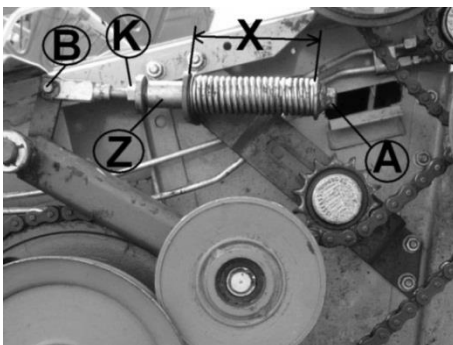
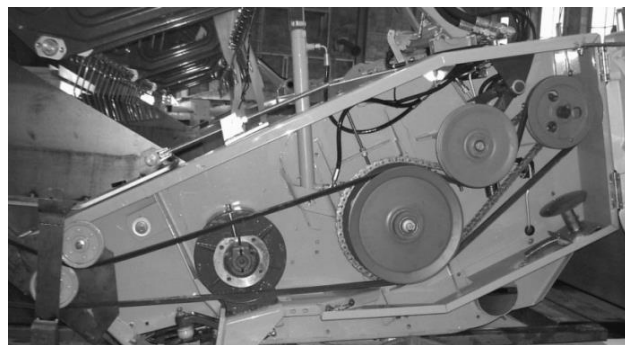

Abb.13
Abb.14
1. Den Bolzen (B) einlegen und absichern (Abb.14)
2. Nach dem Lösen der Mutter (K) die Röhre der Triebfeder (Z) umstellen.
3. Die Mutter (A) anziehen.
4. Die Länge der Triebfeder (X) = 100 mm prüfen.
5. Die Schritte (4) und (5) so wiederholen, dass die Triebfederlänge passt. (Abb. 13, 14)